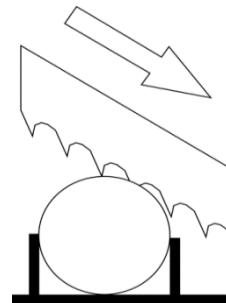

Abb. 8-9: Schnittrichtung des Sägebands
- Das neue Sägeband anbringen, indem es zunächst zwischen die Blöcke und dann in die Laufringe der Schwungscheiben gelegt wird. Dabei auf die Schnittrichtung der Zähne achten (Abb. 8-9).